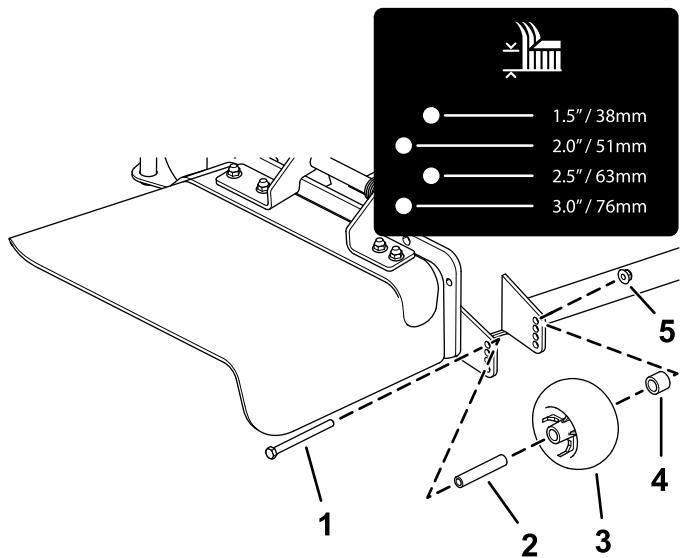
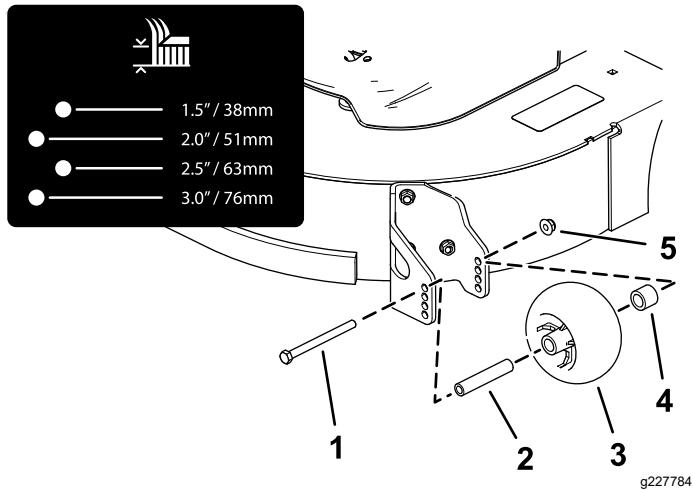
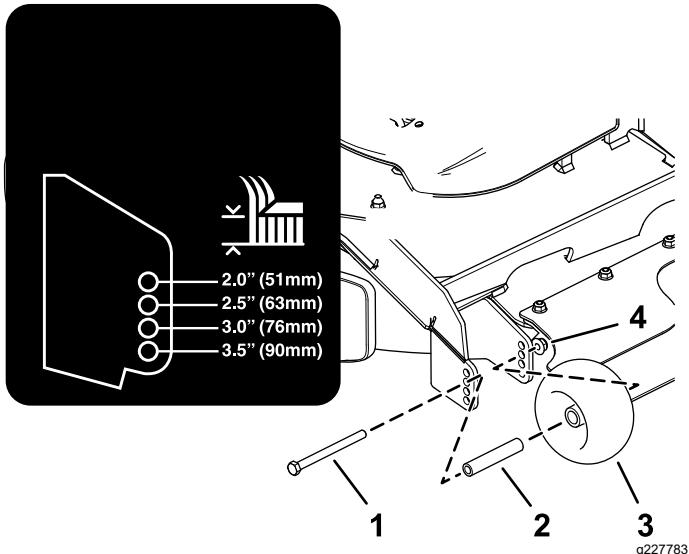

Figure 27
Figure 28
Figure 29
4. Réglez les galets anti-scalp comme montré à la Figure 26, la Figure 27, la Figure 28 et la Figure 29.